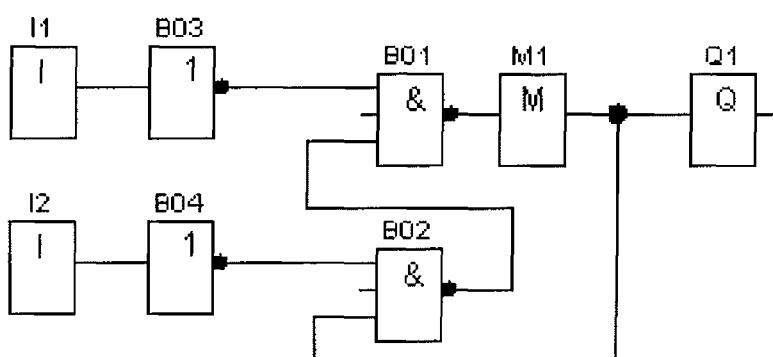

Рис. 3.3. Пример использования меркера
*Меркер* – управляемый бит памяти, часто называемый флагом. Меркер не обладает триггерным эффектом. Это означает, что при исчезновении логической «1» на входе меркера, значение его РЛО тоже будет равно «0». Назначение меркерного бита состоит в задержке формирования РЛО на один такт моделирования. Задержка такой величины незаметна, однако позволяет реализовать в программе обратные связи, создание которых затруднено в реальных схемах. На рис. 3.3 показан пример применения меркера в схеме, выполняющей функцию асинхронного RS-триггера.